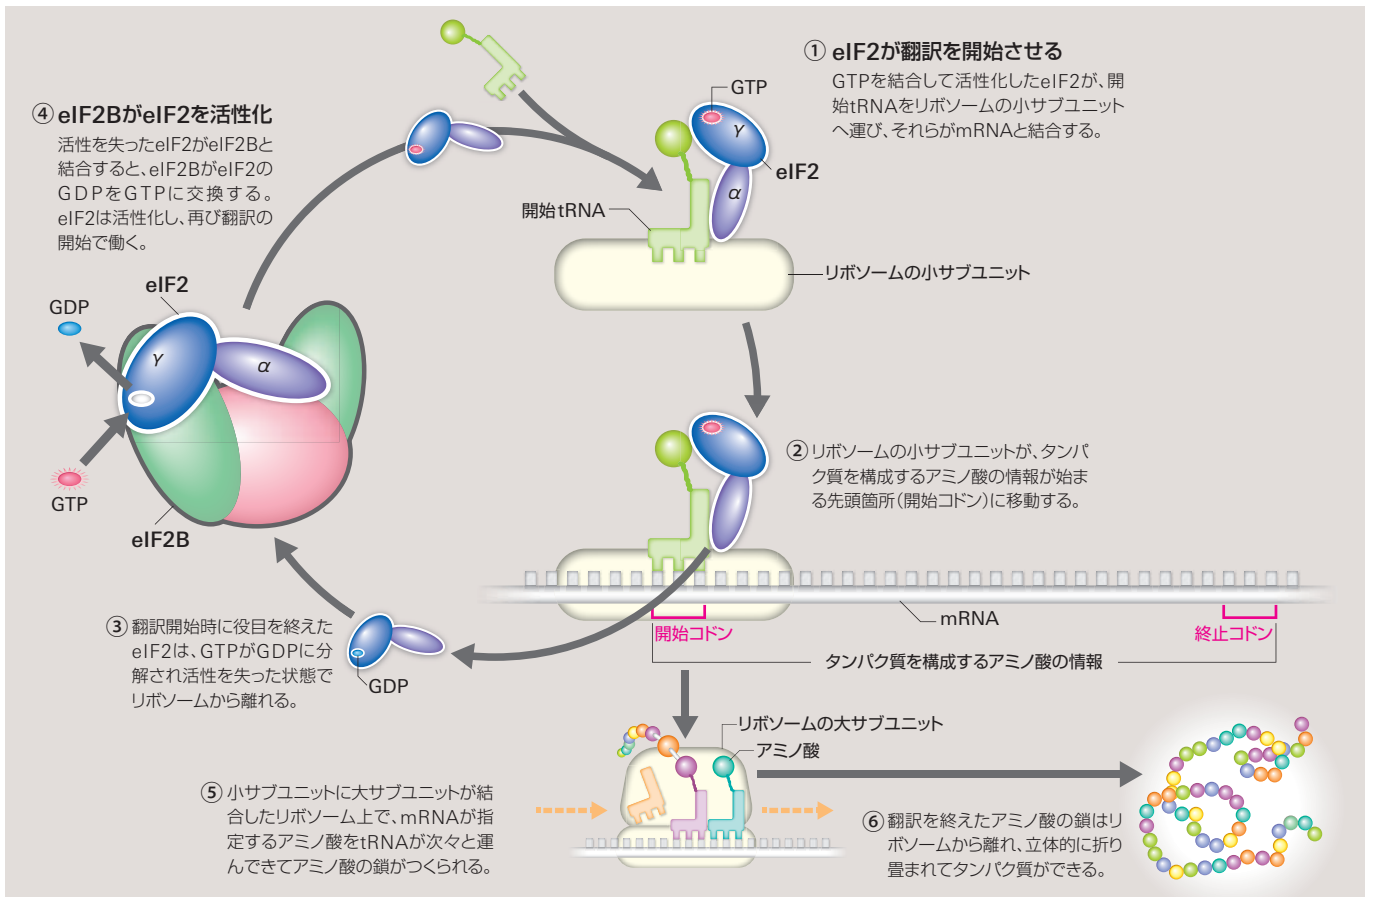

図1 真核生物の翻訳開始で働くeIF2BとeIF2
ドン）に移動する（図1②）。そこにリボソーム
鎖がつくられる（図1⑤）。翻訳を終える
機能を発揮する（図1⑥）。
ある。その役目を担うのが、eIF2というタンパク質だ（図1①②）。
eIF2はGTP（グアノシン三リン酸）が付いた状態で活性化し、役目を終えるとGTPがGDP（グアノシン二リン酸）に分解されて活性を失う（図1③）。そのGDPをGTPに交換してeIF2を活性化することで、翻訳を再び開始させるのが、伊藤ULたちが構造解析に成功したeIF2Bだ（図1④）。